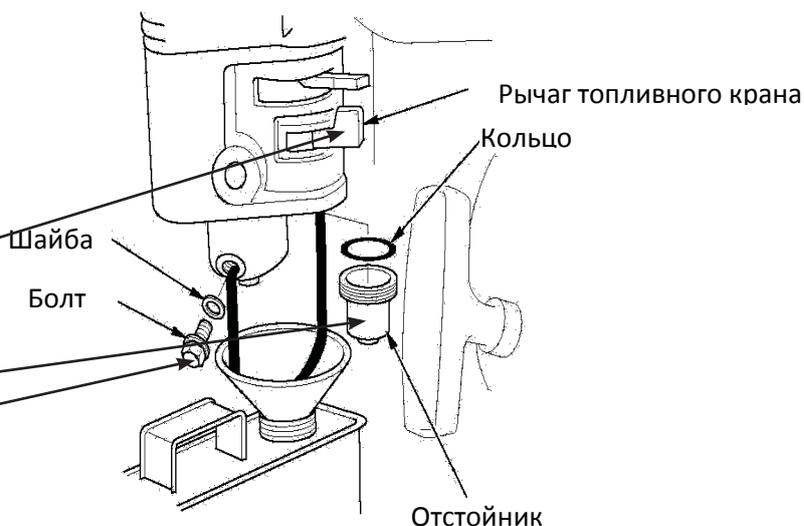

Рис.15
### ОЧИСТКА ФИЛЬТРА-ОТСТОЙНИКА КАРБЮРАТОРА (Рис.15)
1. Установите топливный рычаг в положение Off (закрыто) Рис. 15